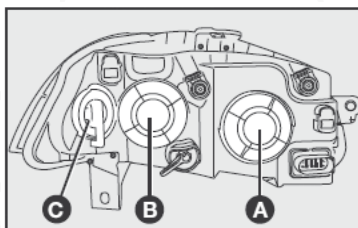
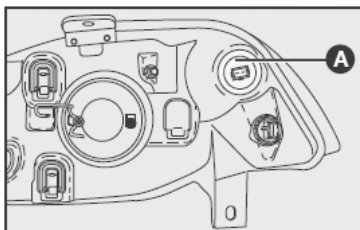

fig. 34
fig. 36
- 1) Gire la tapa A-fig. 34 (para sustituir la lámpara de luz baja) o la tapa B - fig. 34 (para sustituir la lámpara de luz alta) a la izquierda y quítela;
- 6) Reinstale la tapa A-fig. 36 o B - fig. 34, girándola a la derecha.
- 2) Retire el portalámparas A-fig. 36 girándolo a la izquierda;
- 2) Gire la tapa C - fig. 34 a la izquierda y quítela;